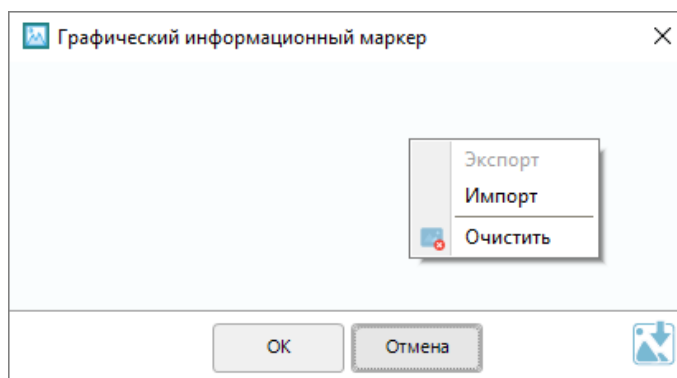

Рисунок 6-482 Контекстное меню окна "Графический информационный маркер"
- кликните правой клавишей мыши в поле отображения графической информации и выберите в контекстном меню (см. Рисунок 6-482) команду «Импорт». Откроется диалоговое окно выбора файла (поддерживаемые форматы – bmp, jpeg, jpg, png).